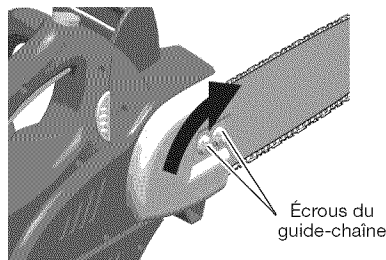

Figure 11 - Resserrez les écrous du guide-chaîne
5. Une fois la chaîne correctement tendue, resserrez fermement les écrous du guide-chaîne (voir figure 11).